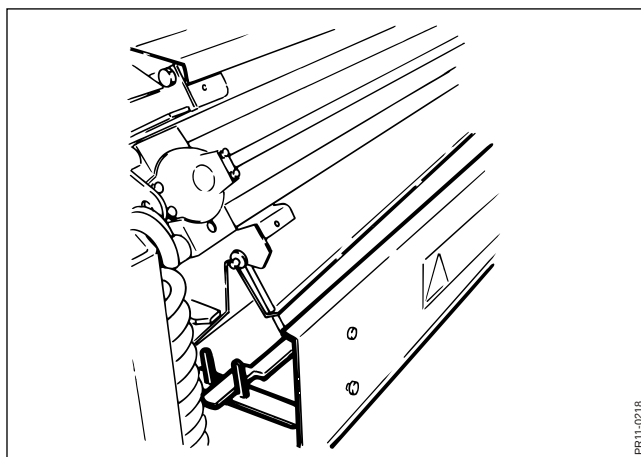

Fig. 4-25
- Fig. 4-25** 2. Skærm mellem slibeapparat og rotor sænkes ned, så der er frit mellem apparatet og rotoren.